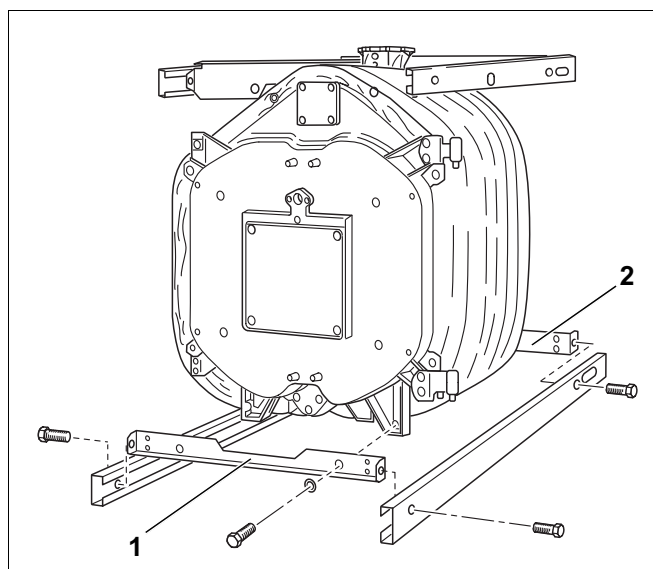

Fig. 37
- Skru fast den nedre tverrtraversen (fig. 37, **pos. 1 og 2**) til endeelementføttene ved hjelp av sekskantskruer (M 8 x 12).